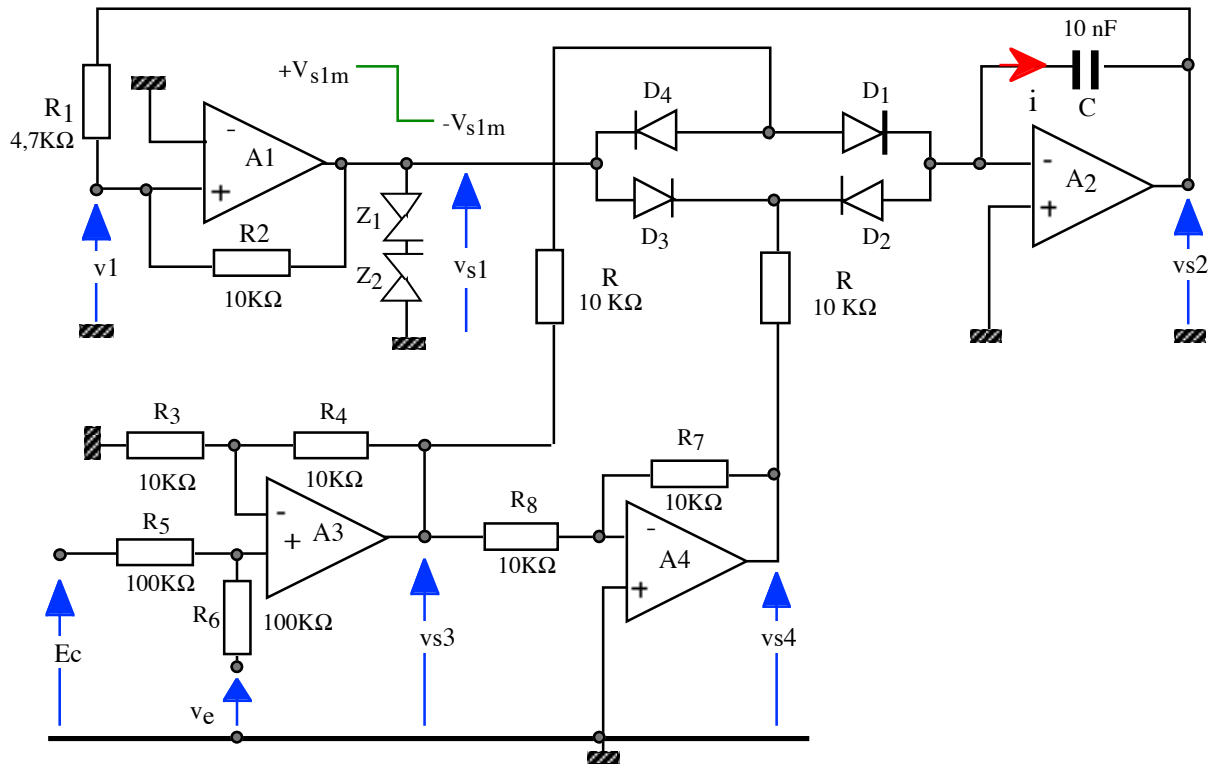

Figure 3 : générateur de fonction modulée en fréquences
5. On considère le montage de la figure 3.